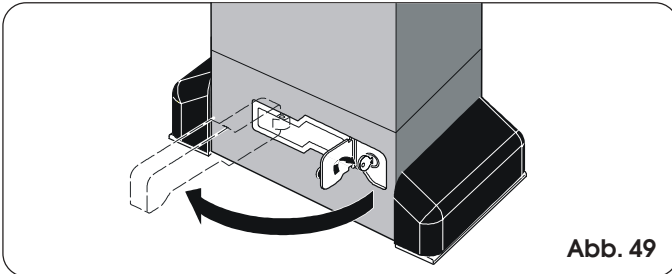

Abb. 49
- 2) Den Schlüssel im Uhrzeigersinn drehen und den Entriegelungshebel ziehen, wie in Abb. 49 gezeigt.